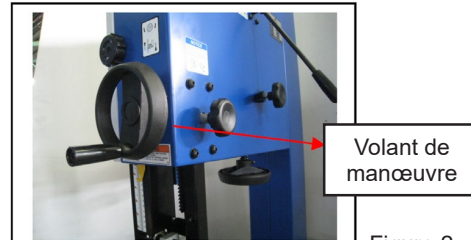

Figure 2
1. Fixez le volant de manœuvre (reportez-vous à la Figure 2) à la machine.